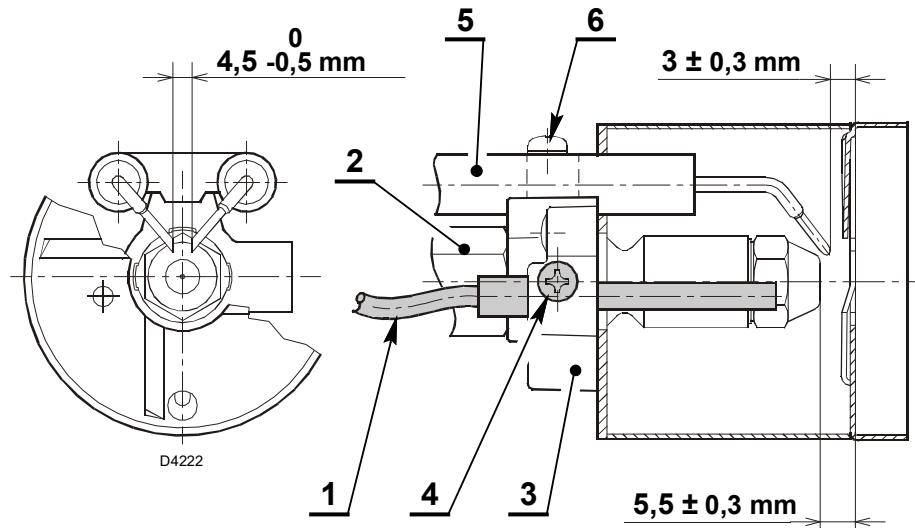

Fig. 12
Respetar las medidas de la Fig. 12.
- apoyar el conjunto soporte estabilizador 3)(Fig. 12) en el portabuilla 2)(Fig. 12) y bloquear con el tornillo 4)(Fig. 12). Para posibles ajustes del grupo electrodos 5) aflojar el tornillo 6)(Fig. 12).
- introducir la fibra óptica 1)(Fig. 12) en el conjunto soporte del disco estabilizador 3) y asegurarse de que llegue hasta el final.
- Apretar con cuidado el tornillo 4)(Fig. 12) para bloquear la fibra óptica 1)(Fig. 12).